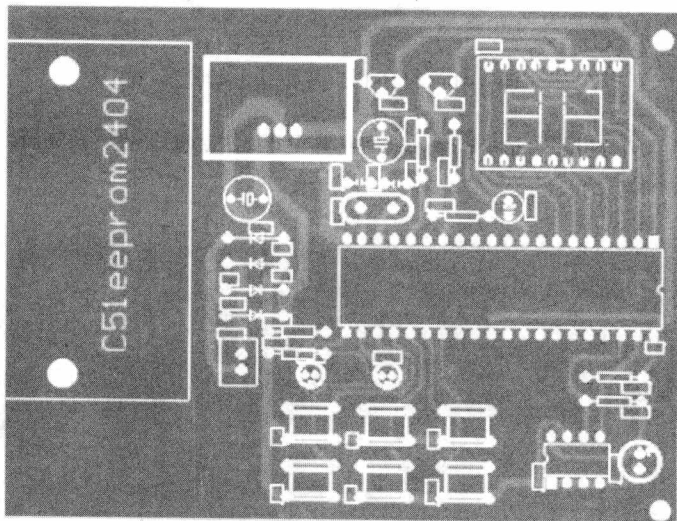
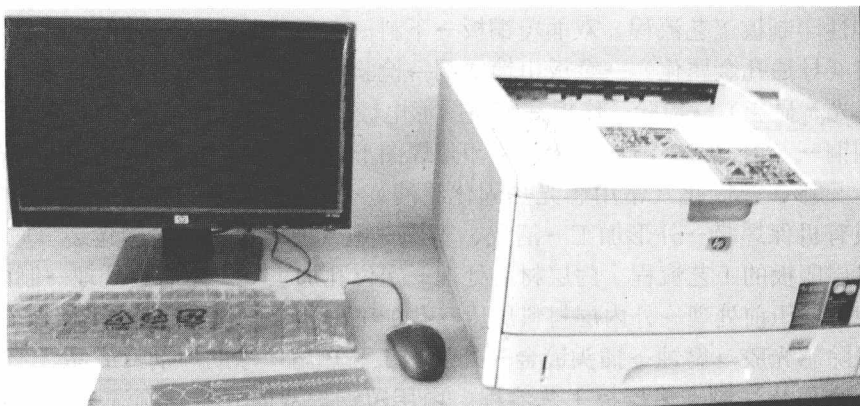
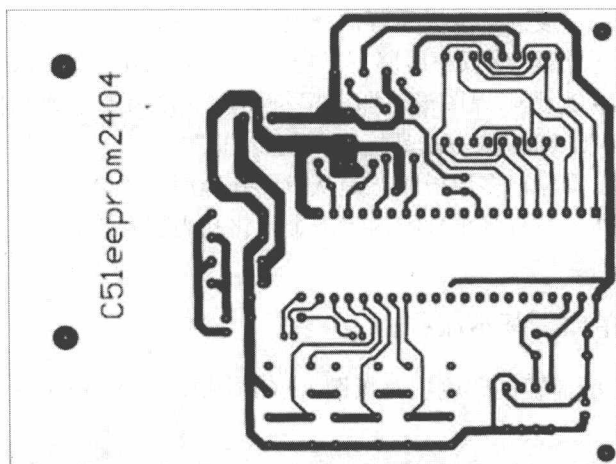

图 0-8 Protel 画出的 PCB 图
图 0-9 激光打印机
图 0-10 打印到热转印纸上的图形
- ① 用 Protel 画出所需要的印刷电路板图（PCB 图），如图 0-8 所示。
- ② 将图 0-8 用激光打印机（图 0-9）打印到热转印纸（注意不要打印顶层丝印图），如图 0-10 所示。